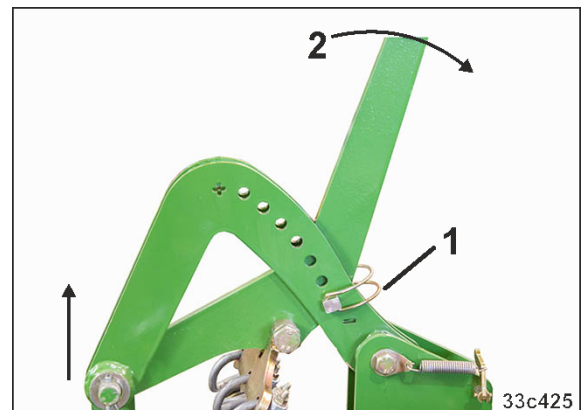

Fig. 182
- 3.3 Bewegung des Einstellhebels (Fig. 182/2) nach vorn
- 3.4 Die Einstellung mit einem Klappstecker sichern. (Fig. 182/1)